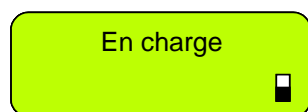

Figure 3.2
- Lorsque vous connectez le chargeur, le message suivant (Figure 3.2) s'affiche et l'icône de la batterie passera progressivement de vide à plein pour indiquer le chargement.